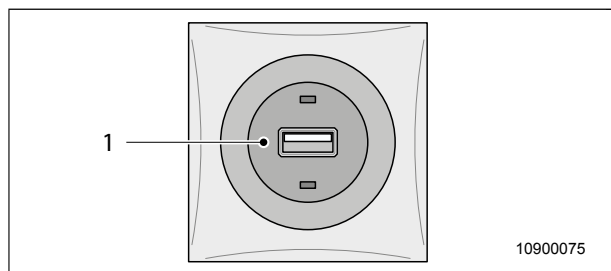

Fig. 55 USB-uttag
Vissa modeller är utrustade med ett USB-uttag (Fig. 55, pos. 1) i bodelen. Endast lämpliga apparater får anslutas till USB-uttaget.